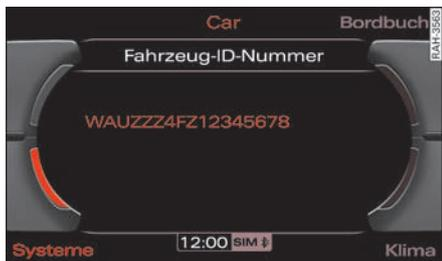

图 273 显示屏：汽车识别号
- 选择：功能按钮 **CAR** > Systeme (系统)* > Fahrzeug-ID-Nummer (车辆识别号) => 图 273。